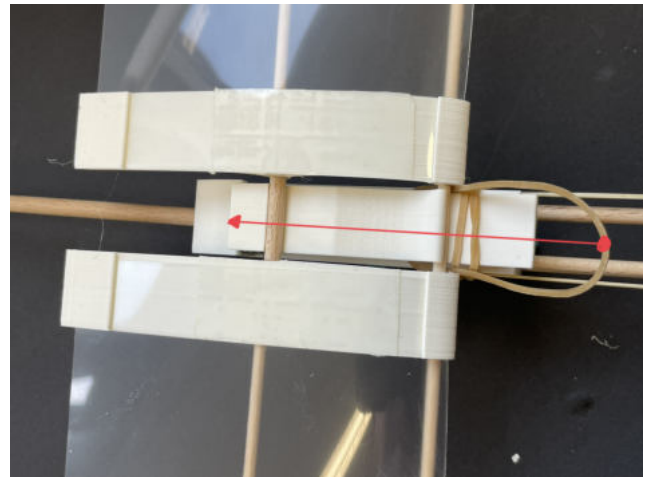

Abb. 33: Einspannen der Tragfläche in den Rumpf.
- (1) Lege die Tragfläche in die Tragflächenaufhängung.
- (2) Spanne das Gummiband über die beiden Mittelhölzer in die hintere Tasche über dem Gelenk (Abbildung 33).